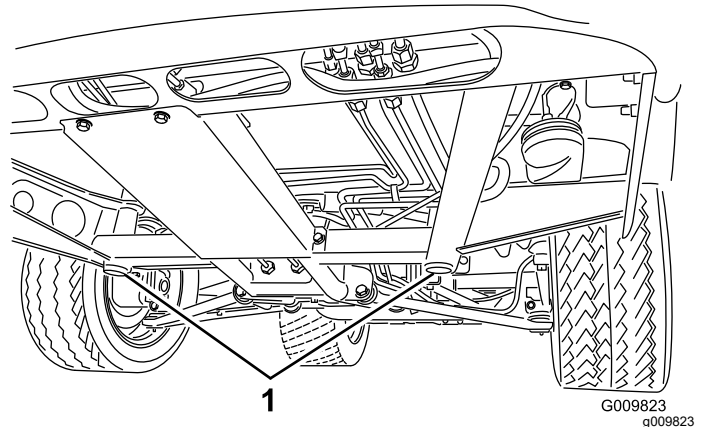
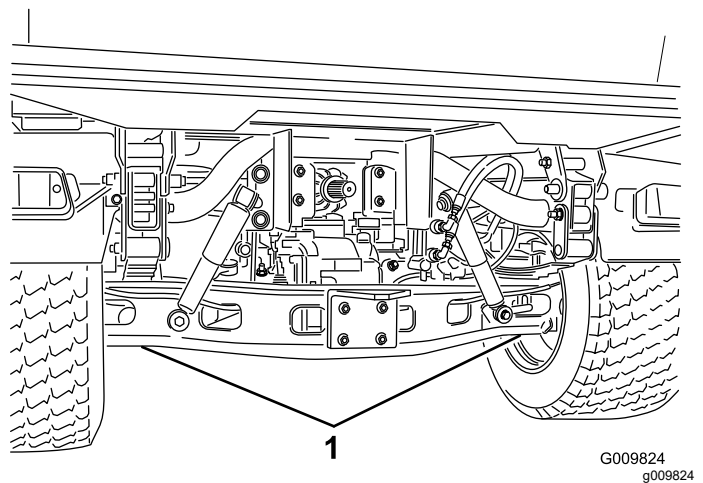

図 37
図 38
- 車両前部のジャッキポイントは前中央のフレームサポート 図 37、後部のジャッキポイントはアクスル下 図 38にある。